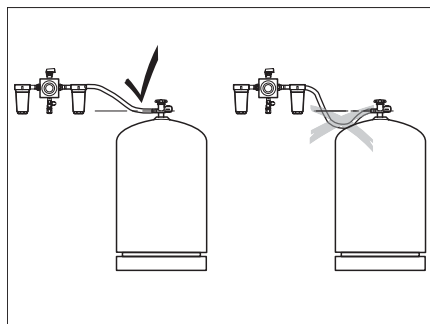

Fig. 87 Instalación de las mangueras de alta presión
- ▷ Cuando se instalan las mangueras de alta presión, asegurarse de que las mangueras suben constantemente (Fig. 87).